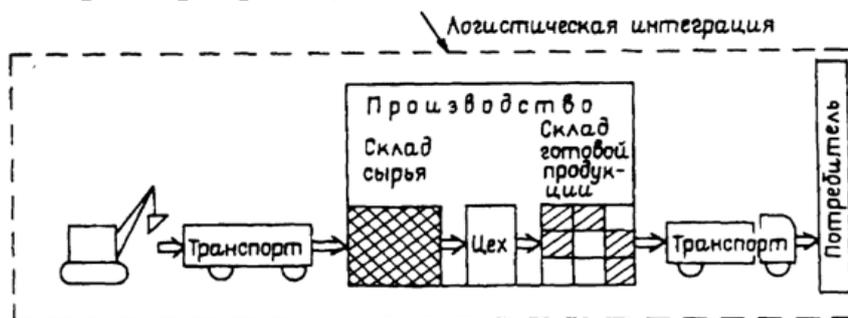

Рис. 3 - Третий этап развития логистики: совокупность участников логического процесса приобретает целостный характер
- совокупность материалопроводящих субъектов приобретает целостный характер (рис. 3).